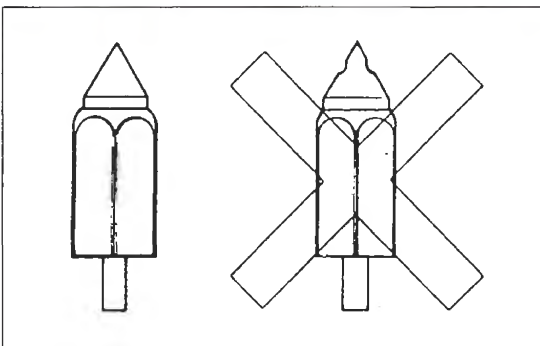

Bild 68
-  Schwimmerventil-Kegel darf keine Riefen oder Kerben haben (Bild 68).